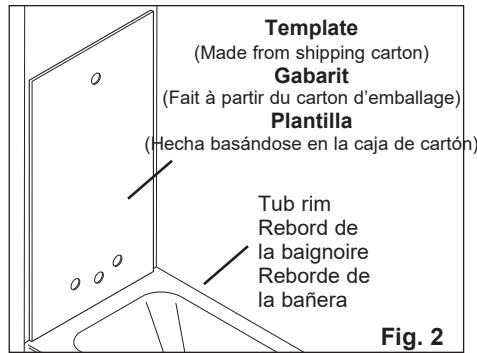

Fig. 2
- d) Mark one side of the template with an «X» and position the template (within 3 mm of the front edge of the bathtub) with the «X» side against the bathtub end wall with the exposed plumbing. **Fig. 2.** Mark the position of the faucet handles, bathtub spout and shower arm on the template. Check for accuracy and cut.
- f) Tape corner panels (B) firmly in position against wall.
- d) Marquer d'un «X» le côté du gabarit touchant le mur. Placer le gabarit (à 3 mm du rebord avant de la baignoire) contre le mur contenant la tuyauterie. Marquer la place des tuyaux, de la robinetterie et de la douche et percer les trous nécessaires sur le gabarit. **Fig. 2.** Replacer le gabarit sur le mur pour vérifier l'emplacement des trous et couper.
- d) Marque con una “X” el lado de la plantilla que hace contacto con el muro. Coloque la plantilla (a 3 mm del reborde delantero de la bañera) contra el muro que contiene la tubería. Marque el lugar de los tubos, la grifería y la ducha y perfore los orificios necesarios sobre la plantilla (**Fig. 2**). Vuelva a colocar la plantilla sobre el muro para verificar la ubicación de los orificios y cortar.
- f) Coloque los dos paneles de las esquinas (B) apoyándolos contra los muros.